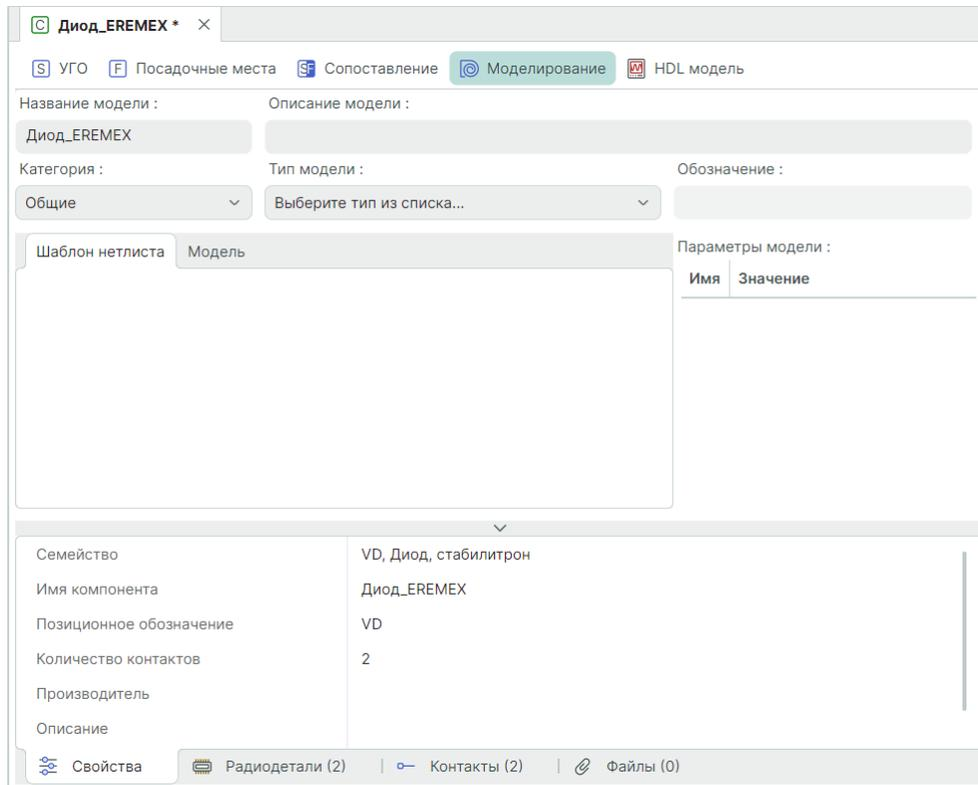

Рис. 301 Форма окна вкладки «Моделирование»
3. Отображается форма для заполнения сведений, используемых при формировании SPICE-модели компонента, Рис. 301: